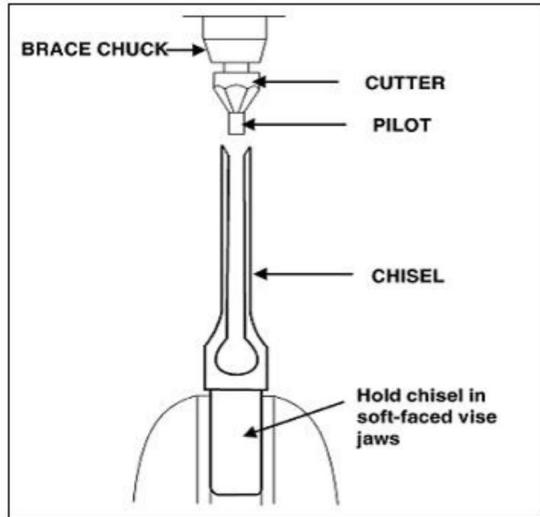

Figura 14
• Affilare lo scalpello con uno scalpello a mortasa e tenone della misura corretta guida. (La dimensione del pilota varia a seconda della dimensione dello scalpello). Due o tre giri della fresa nel mandrino della staffa del falegname sono sufficienti per affilare lo scalpello, come mostrato nella Figura 14.